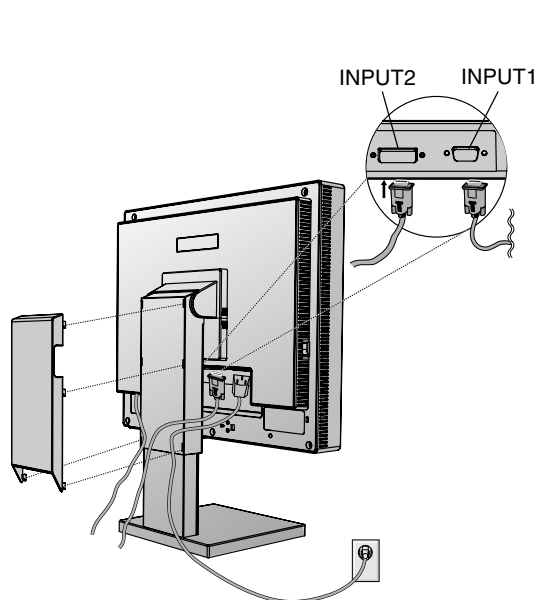
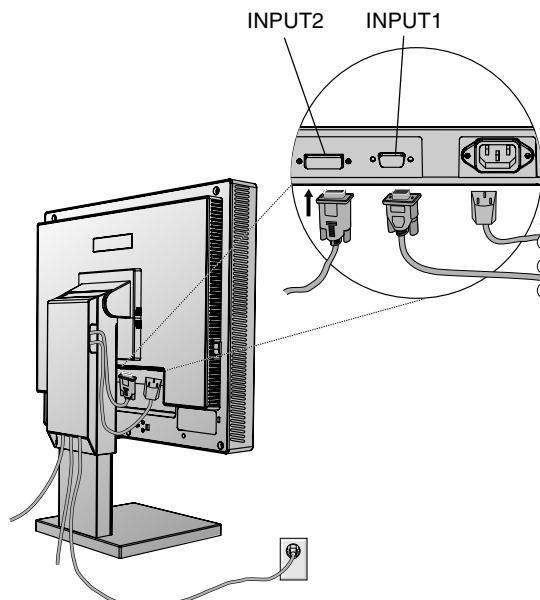

Abbildung C.1
Abbildung C.2
3. **PC oder Mac mit digitalem DVI-Ausgang:** Stecken Sie das DVI-Signalkabel in den Anschluss auf der Rückseite des Monitors ein. Verlegen Sie das Signalkabel (**Abbildung C.1**). Schließen Sie nur ein DVI-Kabel an Eingang 2 an.
PC mit analogem Ausgang: Stecken Sie das Mini-D-SUB-Signalkabel (15 Stifte) in den Anschluss auf der Rückseite des Monitors ein. Verlegen Sie das Signalkabel (**Abbildung C.1**). Schließen Sie nur ein Mini-D-SUB-Kabel (15 Stifte) an Eingang 1 an.
Nehmen Sie die Kabel, und verlegen Sie sie an der Rückseite des Fußes (**Abbildung C.1**). Decken Sie die Kabel dann mit der optionalen Kabelabdeckung ab (**Abbildung C.2**).
4. Stecken Sie ein Ende des Netzkabels auf der Rückseite des Monitors und das andere Ende in die Steckdose ein (**Abbildung C.1**).